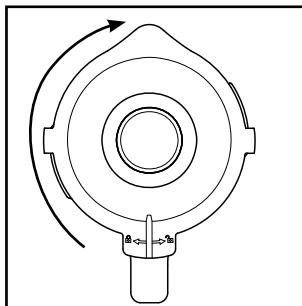

Fig. 2
- 4) Apăsați din nou capacul **2** pe recipientul de amestecare **3**. Închideți capacul **2** rotindu-l în sens orar, în poziția , până când se blochează cu un sunet (a se vedea fig. 2). Aveți grijă ca gura de turnare de pe recipientul de amestecare **3** să fie închisă. Motorul poate porni numai după ce capacul **2** este așezat fix.